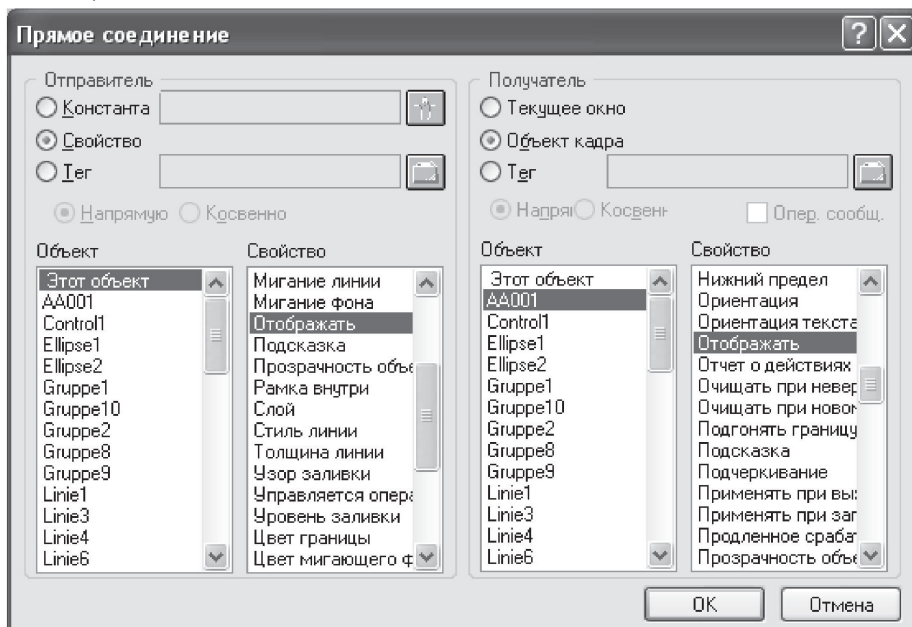

Рис. 3.19. Настройка прямого соединения для события «Нажатие левой»
11. Далее настраиваем появившееся окно так, как показано ниже (рис. 3.19).